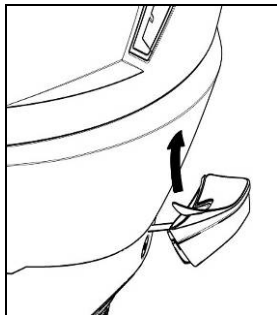
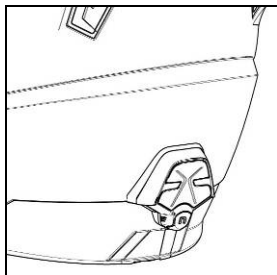

Fig. 8
Fig. 9
- Quitar la película protectora del adaptador del casco (Fig. 8) y aplicar el sistema ESS a la calota (Fig. 9).